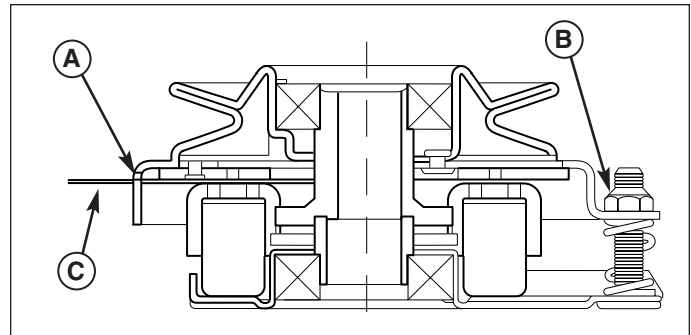

Figure 49. Réglage de l'embrayage de la PDF
3. Insérer une jauge d'épaisseur de 2,5 - 4,0 mm (C) dans chaque orifice en plaçant la jauge entre la face du rotor et la face de l'induit (figure 49).